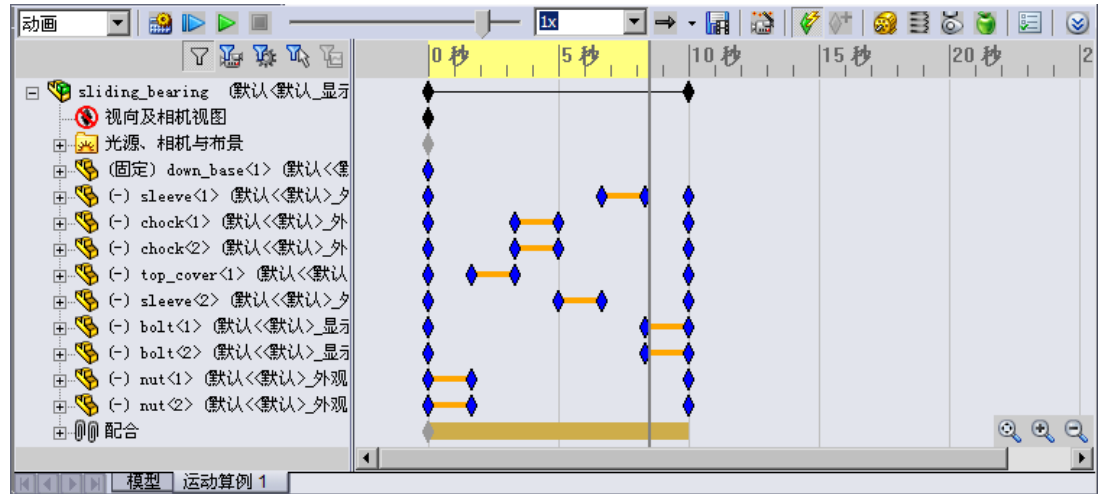

图 9.2.14 运动算例界面
Step11. 单击 **下一步 (N) >** 按钮，系统切换到“动画控制选项”对话框，在 **时间长度 (秒)** 文本框中输入数值 10.0，在 **开始时间 (秒) (S):** 文本框中输入数值 0，单击 **完成** 按钮，完成运动算例的创建。运动算例界面如图 9.2.14 所示。